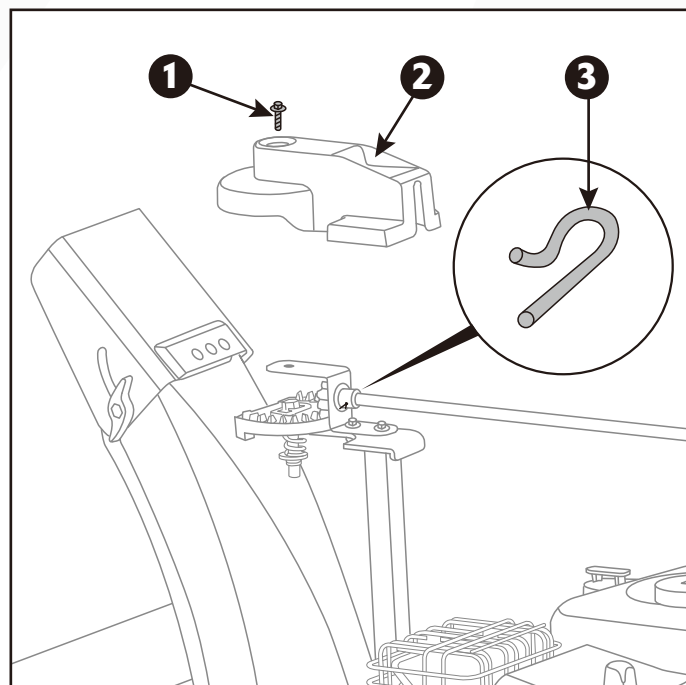

Figura 5C
5. Inserte la palanca de rotación del conducto de descarga en el agujero del engranaje y asegúrela con el pasador R. (Figura 5C)
6. Monte la cubierta y asegúrela con un tornillo. (Figura 5C)